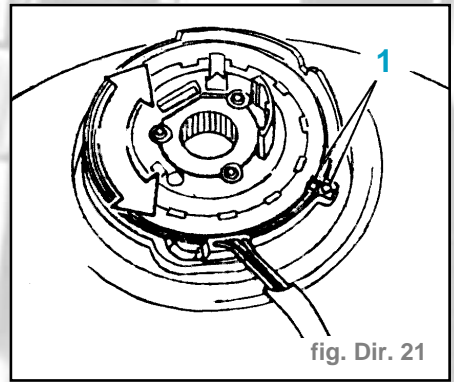

fig. Dir. 21
- Comprimer le ressort (F)
- Faire coïncider le repère (1) (fig. Dir. 21).
- Relâcher le ressort (F).